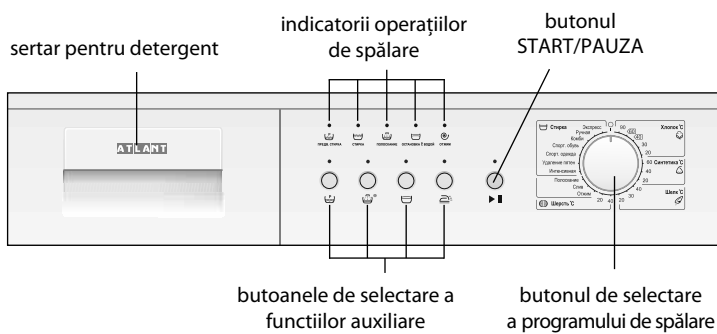

Figura 1 – Panoul de comandă
1.1.1 Elementele de comandă a mașinii sunt prezentate în figura 1. Butonul de selectare a programului (în continuare numit – Selector) și denumirile butoanelor de comandă sunt prezentate în figurile 2 și 3.